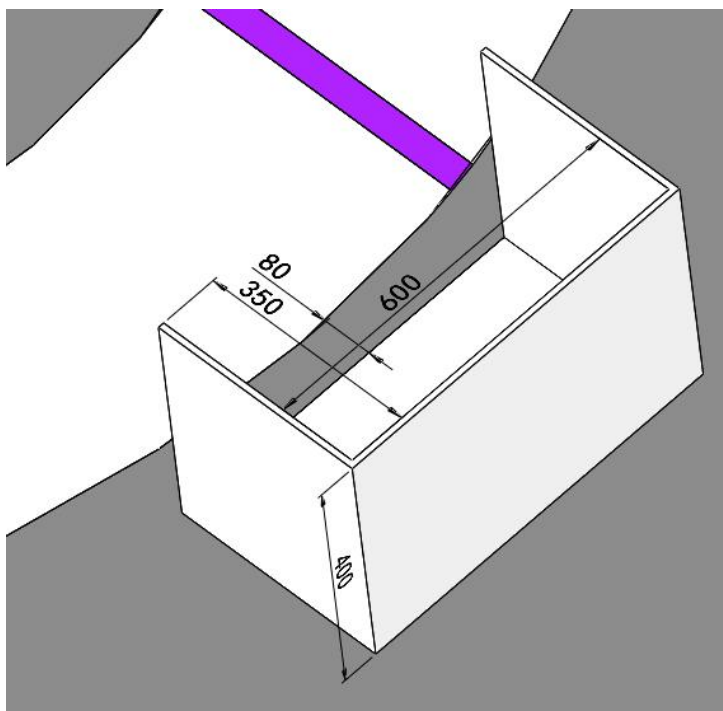

图 9 住户 1 标识尺寸（单位：mm）
2.住户标识：分岔路两侧分别设置了住户，赛道上设置了紫色和棕色的标识色带。色带大小为 $500\text{mm} \times 50\text{mm}$ ，与住户最前端的立板平齐。如图 9、10 所示。